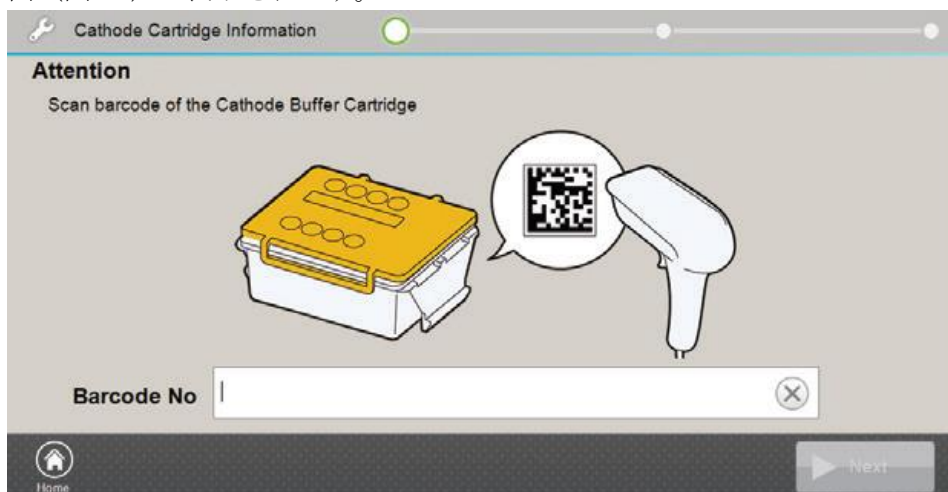

図 22 カソードバッファークートリッジのバーコード読み込み画面
5. フッターの **Install** ボタンを押すと、交換手順のウィザードが開きます。このボタンを押すとカソードバッファークートリッジのバーコードを読み込む画面（図 22）が表示されます。